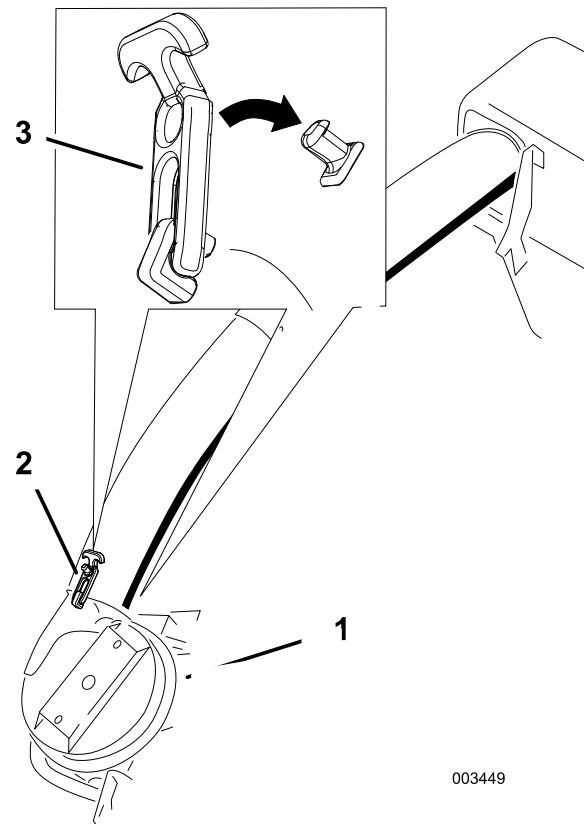
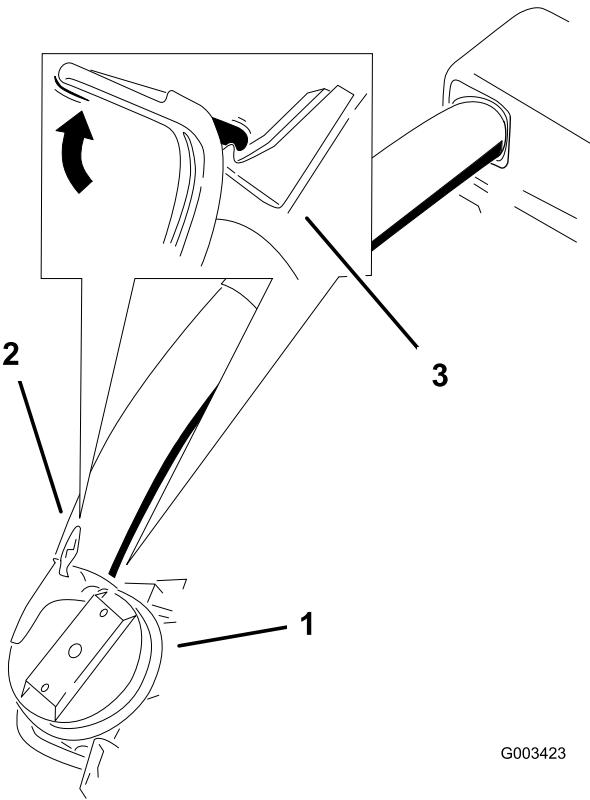

Bild 27
Bild 28
9. Schieben Sie das untere Rohr auf die Manschette und verriegeln sie (Bild 27 oder Bild 28).